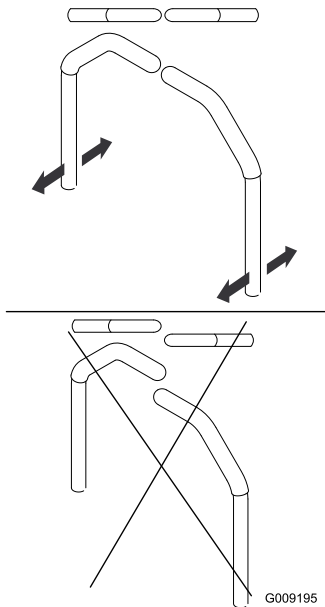

Figure 95
4. Réglez l'alignement avant/arrière des leviers en les plaçant tous deux à la position POINT MORT, puis faites-les coulisser jusqu'à ce qu'ils soient alignés, et serrez les boulons (Figure 95).